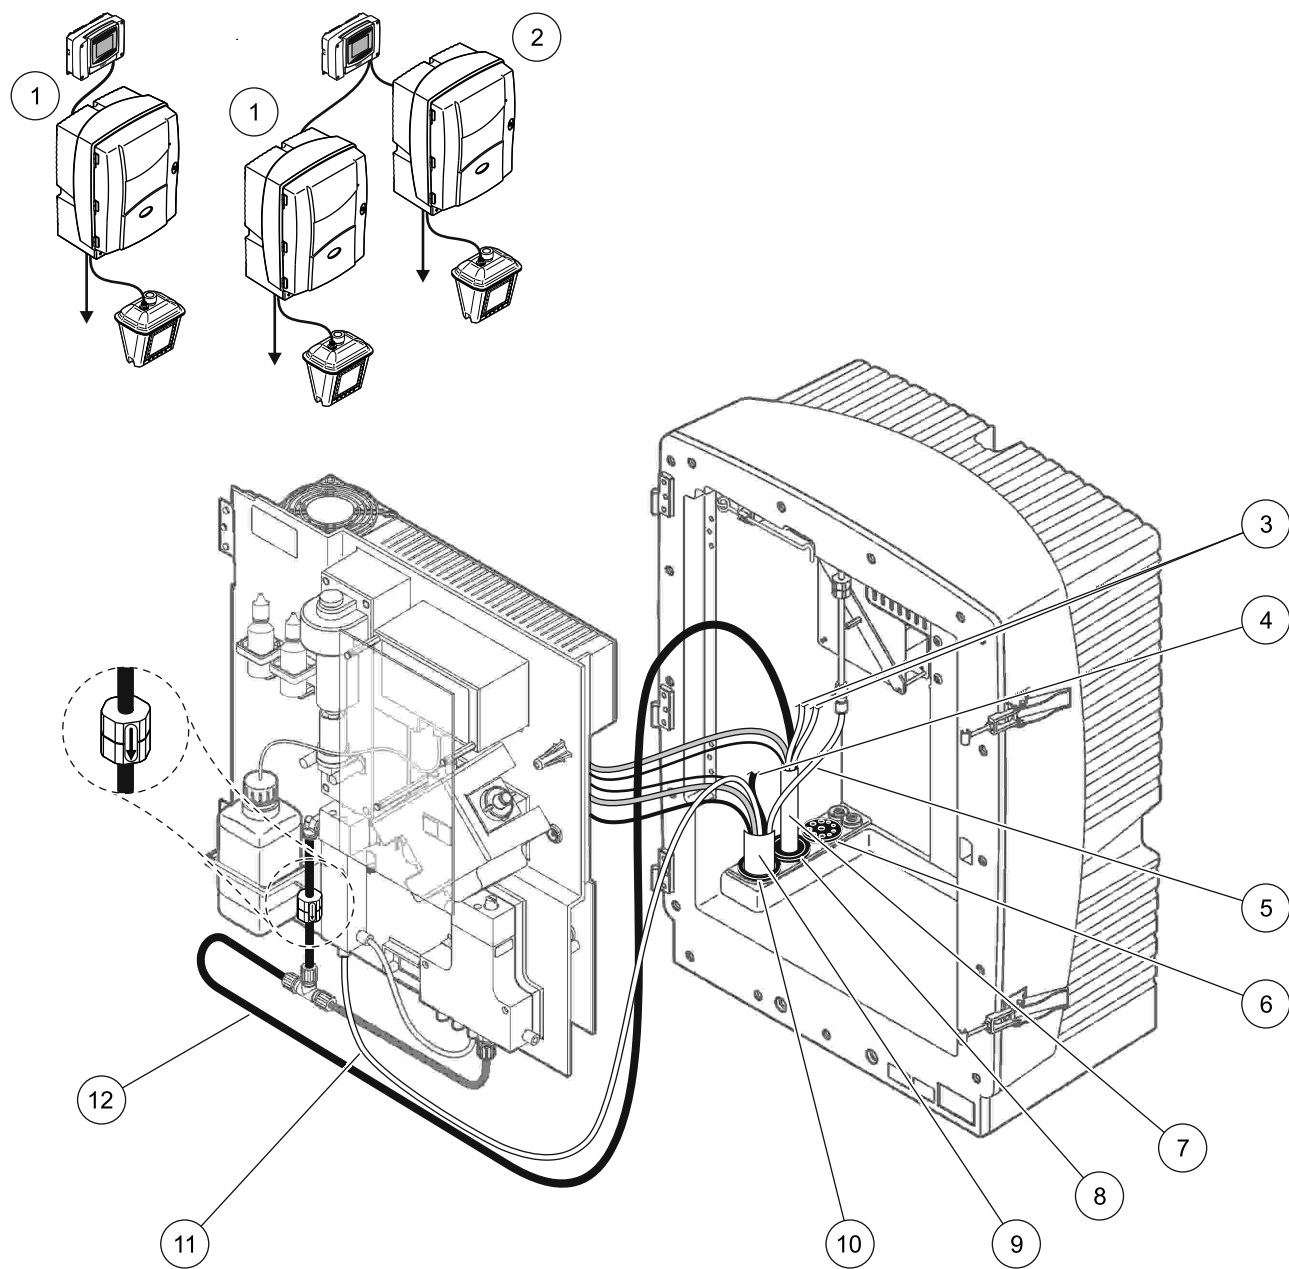

Рисунок 30 Монтаж версии 2
Для версии 2 смотрите Рисунок 30 и следующие инструкции:
2. Подсоедините шланг фильтра-пробоотборника sc (линии проб, электрокабели, дренажная трубка) через отверстие в анализаторе (позиция 9, Рисунок 30). Для фиксации используйте уплотняющую заглушку #2.